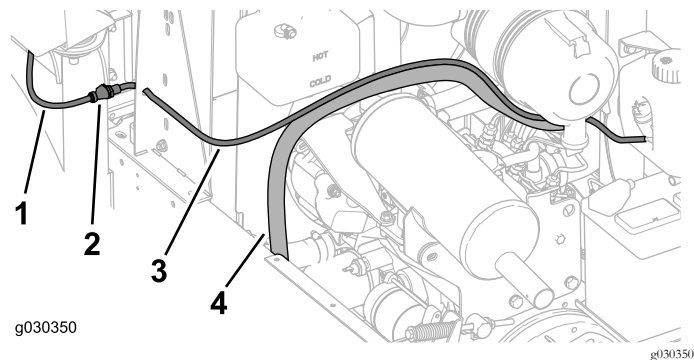

Bild 38
3. Verlegen Sie den Waschanlagenschlauch und schließen ihn am Schlauch für die Scheibenwaschanlage von der Kabine an (Bild 38).